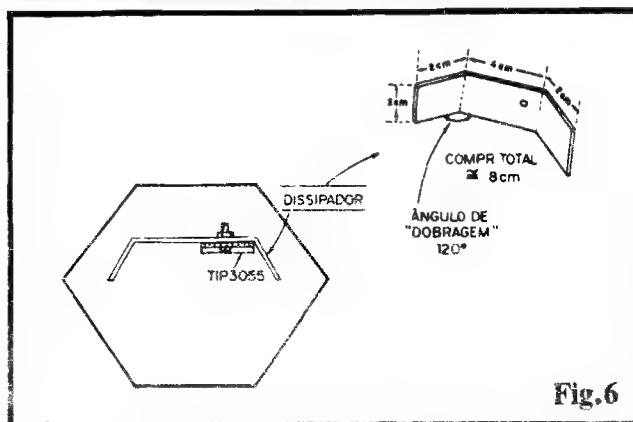

Fig.6
- FIG. 6 - DISSIPANDO O CALOR NO TIP3055... - Embora o disparo sonoro se dê em manifestação intermitente e - na maioria dos sistemas de alarme - com temporização geral (que emudece o alarme após alguns minutos de funcionamento...), é de se esperar um razoável aquecimento no transistor de Potência, sob condições reais de uso ativo (sirene disparada...). Assim, um moderado dissipador de calor deve ser acoplado ao TIP3055, nos moldes do diagrama: uma lâmina de alumínio, nas dimensões relacionadas no item OPCIONAIS/DIVERSOS da LISTA DE PEÇAS, e dobrada de acordo com as instruções do presente diagrama... Elaborado o dissipador, basta fazer-lhes um furo, meio "fora de centro", experimentando antes a posição geral de modo que as duas abas dobradas "acompanhem" a angulação dos lados do hexágono/base (placa de Circuito Impresso...). Parafuso e porca prendem, então, o dissipador à lapela metálica do transistor, com firmeza, de modo a haver boa transferência de calor...